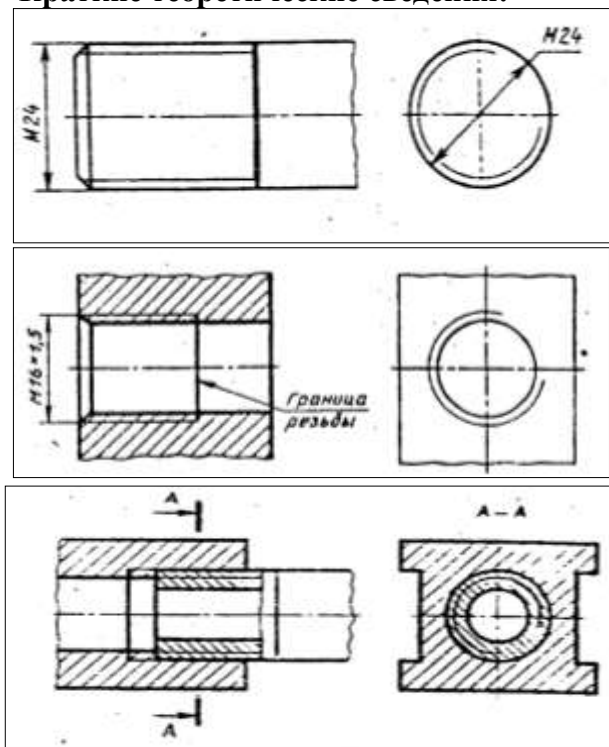

Рис.68 Обозначение резьбы на чертеже
б Резьба может быть расположена на поверхности стержня или отверстия. Согласно ГОСТ 2.311-68 резьбу на стержне изображают сплошными основными линиями по наружному диаметру и сплошными тонкими линиями по внутреннему диаметру резьбы (рис. 68,а).
в Резьбу в отверстии в продольном разрезе изображают сплошными тонкими линиями по наружному диаметру и сплошными основными линиями по внутреннему диаметру (рис. 68,б). Границу резьбы показывают сплошной основной линией, доводя ее до наружного диаметра резьбы.
На чертежах резьбовых соединений в том месте, где диаметры совпадают, изображение резьбы выполняют по стержню, так как в разрезе стержень расположен ближе к наблюдателю и закрывает отверстие (рис.68 в).
3. Начертить резьбовое соединение двух деталей. Пример выполнения дан на рис. 68.